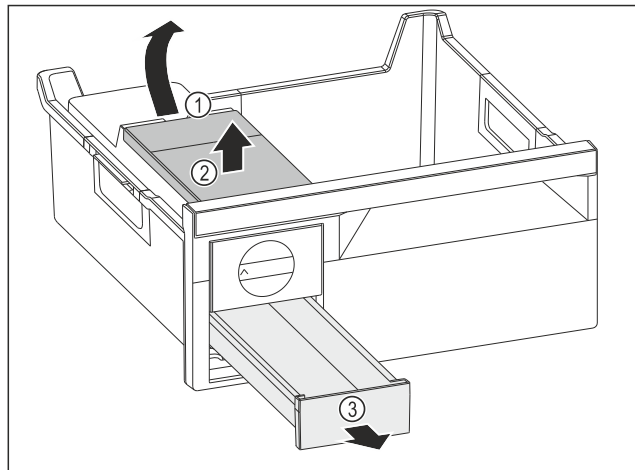

Fig. 144
- ▶ Watertank wegnemen: Watertank bij de uitsparing Fig. 144 (1) optillen.
- ▶ Watertank Fig. 144 (2) naar boven toe wegnemen.
- ▶ Ijsblokjesvak Fig. 144 (3) naar voren toe wegnemen.